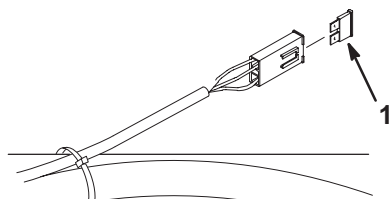

Figure 62
Fusible : Principal F1 – 30 A, à lame (Fig. 62)
1. Soulevez le siège pour accéder au porte-fusibles (Fig. 62).
2. Pour remplacer un fusible, tirez dessus pour l'enlever (Fig. 62).